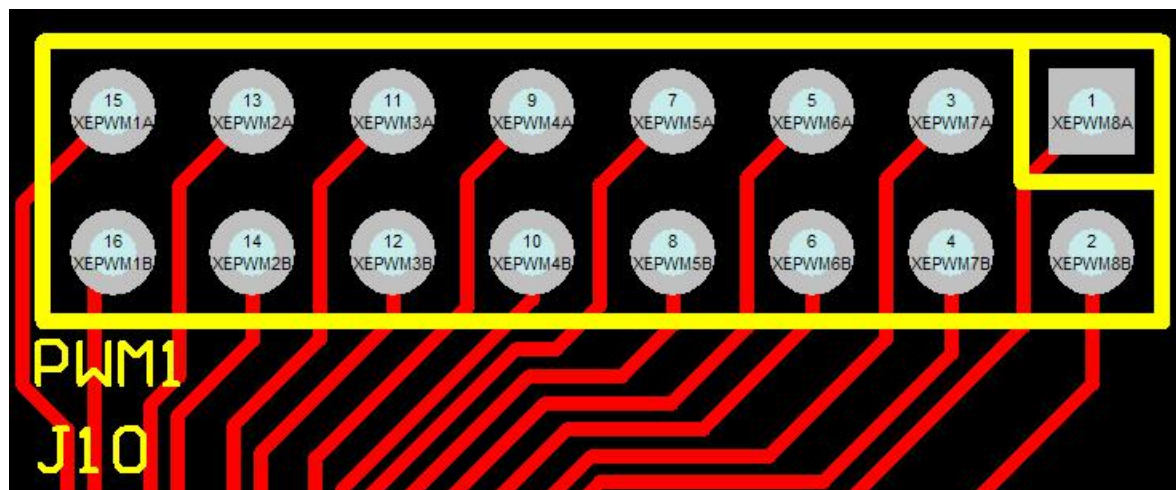

图 3-10-2
- (4) 添加工程, 并加载 lab10_epwm_aq.out 文件;
- (5) 在 CCS 工具栏中点击 Run->Resume……运行程序;
- (6) 将示波器的地线接 J19 的 16 脚 DGND, 信号线接 J10 的 15、13 和 11 脚, 如下图 3-10-2 所示: